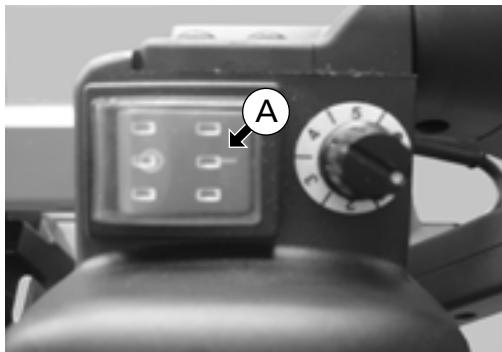

Abb. 7
Wenn die Bandsäge mit dem Netz verbunden ist und der Einschalter (A) (Abb. 7) nicht in der Aus-Stellung steht, kann das Sägband schwere Schnittverletzungen des Bedieners verursachen.
Den Schalter (A) drücken, bis die Position "ON" leuchtet (siehe Abb. 7).
Elemente auf Abb. 7 - 8